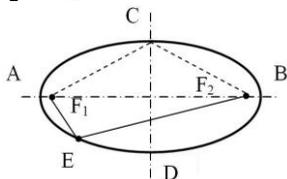

Рис. 60.
Лекальные кривые образованы точками, которые соединяют с помощью лекал. Эллипс – это замкнутая плавная кривая линия (рис. 60). AB – большая ось эллипса, CD – малая ось эллипса. F_1 и F_2 – фокусы эллипса. Свойство эллипса: *сумма расстояний от любой точки эллипса до фокусов есть величина постоянная, которая равна длине большой оси эллипса (AB):*